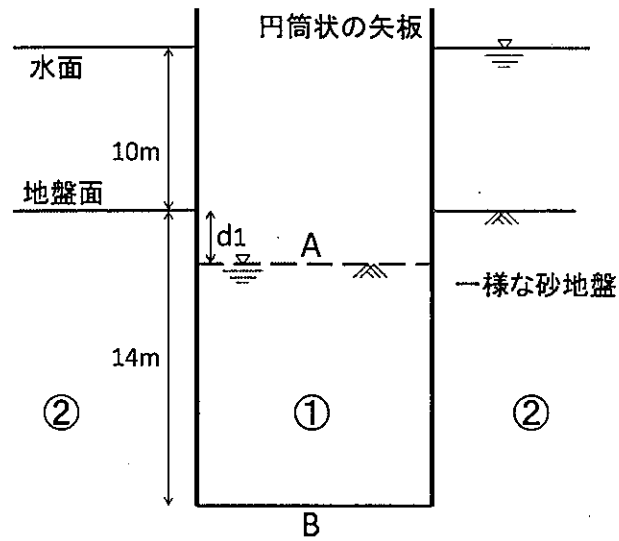

図 1
- a) 矢板の根入れを 14m としたところ、地盤面より d_1 (m) 掘削した時点 (図 1) で領域①において上向きの透水により不安定となった。このときの領域①内の動水勾配と d_1 (m) を求めよ。